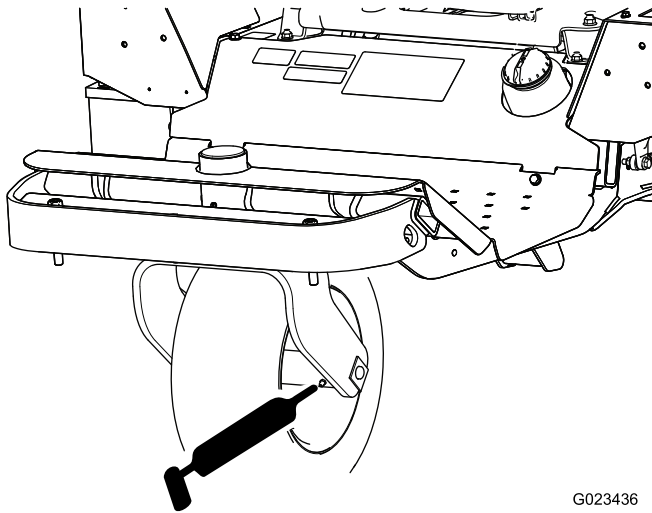

Figura 34
- Cuscinetto ruota anteriore (1) – Figura 34